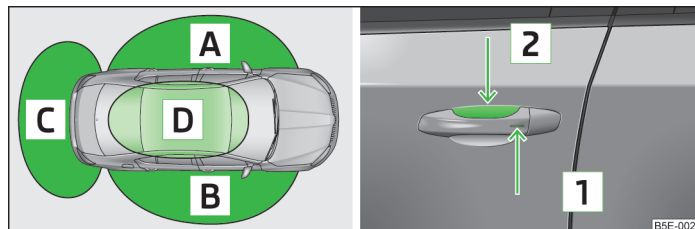

Fig. 15 KESSY: Denumirea domeniile și deblocării / senzorii din mânerul portierei față
- Prindeți mânerul portierei față sau acoperiți senzorul  » fig. 15 cu toată palma » .
- Atingeți senzorul  » fig. 15 cu degetele.
Dacă, la descuiere, se acoperă senzorul **2** și simultan senzorul **1** » fig. 15, autovehiculul nu se va descuia.
Sistemul KESSY poate găsi cheia autorizată, chiar dacă aceasta a fost uitată, de exemplu în partea din față a acoperișului autovehiculului **D** » fig. 15. De aceea este necesar să se știe în permanență unde se află cheia.
Dacă după încuiera autovehiculului, inclusiv a capotei portbagajului, cheia folosită la încuiera autovehiculului rămâne în autovehicul, se activează protecția împotriva încuierii accidentale a cheii în autovehicul și autovehiculul se descuie din nou **D** » fig. 15 la pagina 35.
Dacă autovehiculul nu se deblochează în termen de 60, respectiv 90 ore, senzorii din mânerul portierei șoferului, respectiv pasagerului din față se dezactivează automat » fig. 15 la pagina 35.
- » Descuiați portiera șoferului cu ajutorul senzorului [2] » fig. 15 la pagina 35.